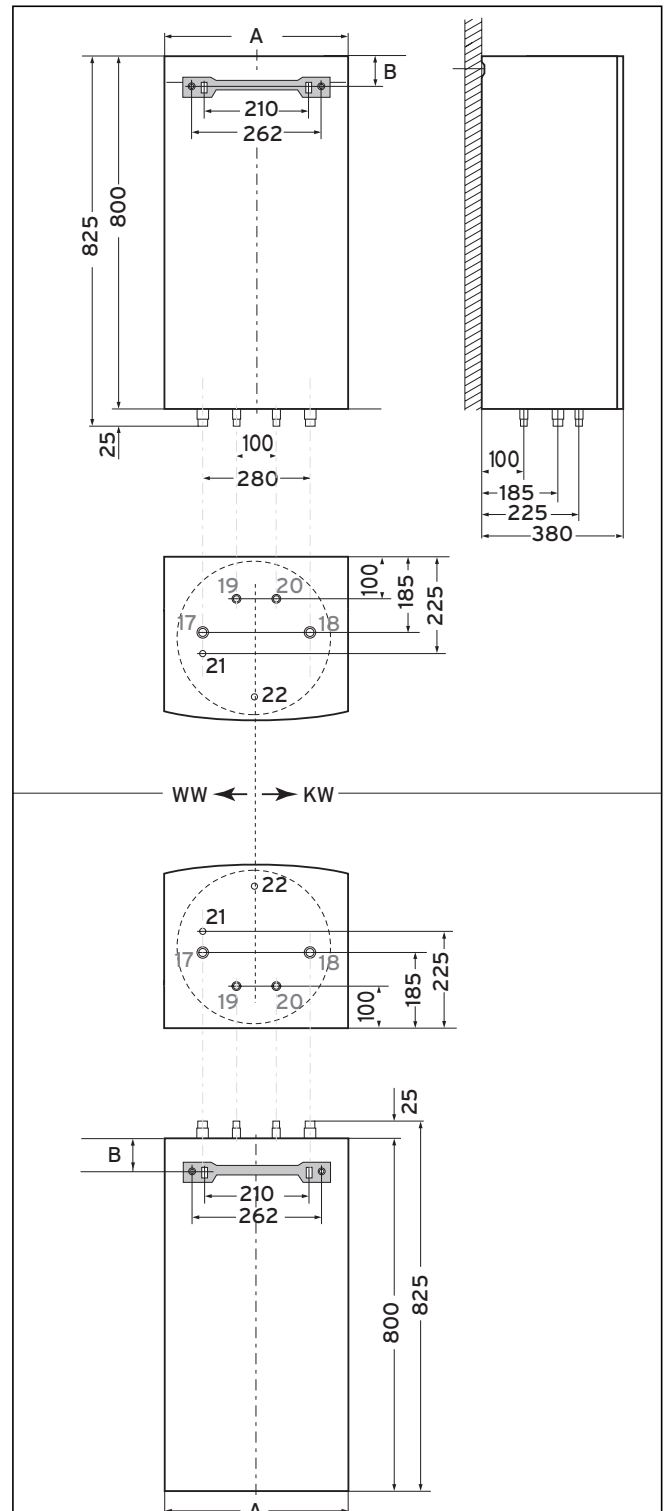

Abb. 5.1 Abmessungen bei Montage neben und unter dem Heizgerät VIH CB 70 und VIH CT 70
- Beachten Sie die „Warm-“ und „Kaltwasser-Seite“ in Abb. 5.1.
Legende zu Abb. 5.1